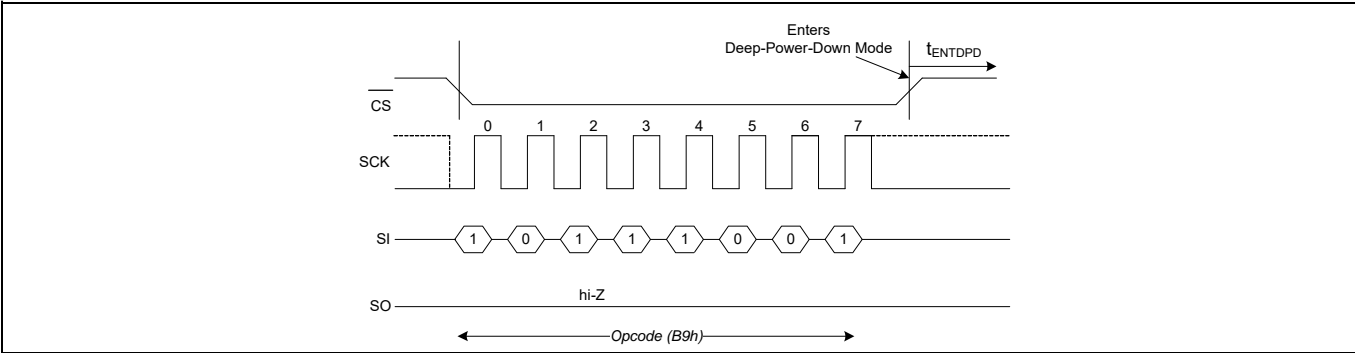
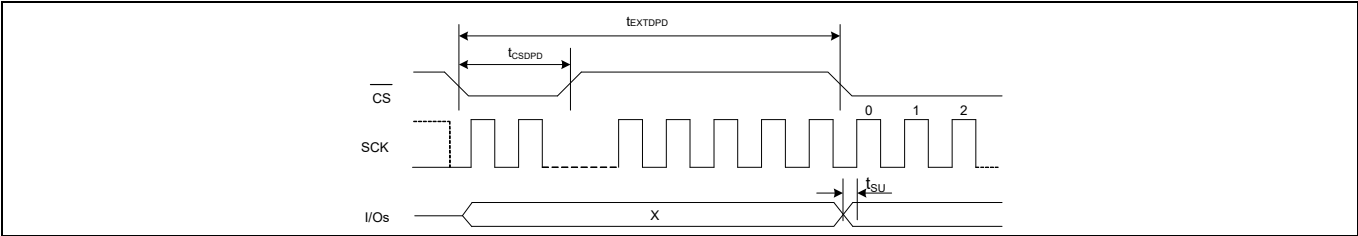

Figure 99 SPI 模式下的 DPD 进入
Figure 102 SPI 模式下的 DPD 退出
经过 t_{EXTDPD} 的时间后, 通过 \overline{CS} 脉宽 t_{CSDPD} 或硬件复位可以退出深度掉电模式。可以通过发送虚拟指令周期或单独切换 \overline{CS} (无需关注 SCK 和 I/O) 来生成 \overline{CS} 脉冲宽度。从深度掉电模式唤醒期间, I/O 保持高阻态 (hi-Z)。请分别参考 Figure 99 和 Figure 102, 了解有关深度掉电进入和深度掉电退出的时序信息。
- Figure 99 中所显示的时序可以应用于 DPI 和 QPI 模式。